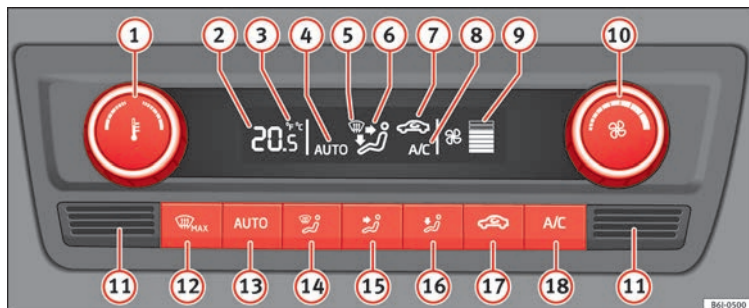

Fig. 167 Climatronic : éléments de commande.
- A/C (18) » fig. 167 allumé.
Quand vous appuyez sur une touche, vous activez la fonction correspondante, allumant le climatiseur s'il était éteint, sauf avec la touche (17) » fig. 167 (recyclage de l'air).
- Tournez la commande (10) vers la gauche jusqu'à l'extinction des segments de la colonne (9) » fig. 167.
- Appuyez sur la touche  **13** » » fig. 167.
Maintenez enfoncées simultanément pendant **2 secondes** les touches  et  » » fig. 167. Les données apparaissent à l'écran dans les unités souhaitées.
- Le capteur de température intérieure **11** » » fig. 167 se trouve dans la partie inférieure. Ne le recouvrez pas d'adhésif ou autre, cela pourrait nuire au bon fonctionnement du Climatronic.
- Appuyez sur la touche  **13** » » fig. 167, AUTO s'affiche à l'écran.
- En mettant le contact d'allumage, il est possible d'utiliser la commande **1** » » fig. 167 pour régler la température intérieure souhaitée.
- Appuyez sur la touche  **17** » » fig. 167, le symbole  s'affiche à l'écran.
- Appuyez sur la touche  **17** » » fig. 167, le symbole  disparaît de l'écran.
- Tournez la commande  **fig. 167** vers la gauche (pour réduire la vitesse) ou vers la droite (pour augmenter la vitesse).
- Appuyez sur la touche  **12** **»» fig. 167**.
- Appuyez plusieurs fois sur la touche  **12** **»» fig. 167**, ou appuyez sur la touche .